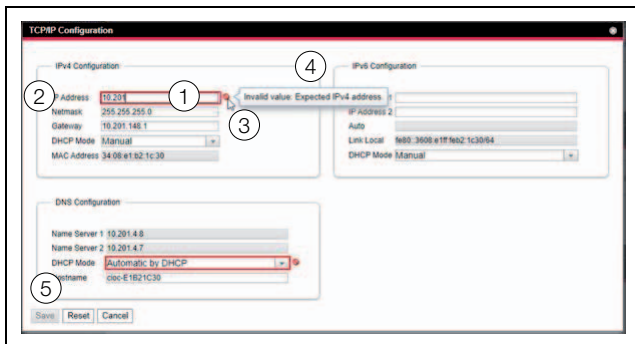

Abb. 116: Anzeige einer fehlerhaften Eingabe
- Hinter dem fehlerhaften Eintrag (Abb. 116, Pos. 2) im Feld **Netmask** (Abb. 116, Pos. 1) erscheint ein rotes „Verbotssymbol“ (Abb. 116, Pos. 3).
- Wenn Sie den Mauszeiger über das Verbotssymbol setzen, erscheint ein Hinweis mit Zusatzinformationen zum Fehler (Abb. 116, Pos. 4).
- Die Schaltfläche **Save** ist deaktiviert (Abb. 116, Pos. 5), so dass die aktuell hinterlegten Werte so nicht abgespeichert werden können.